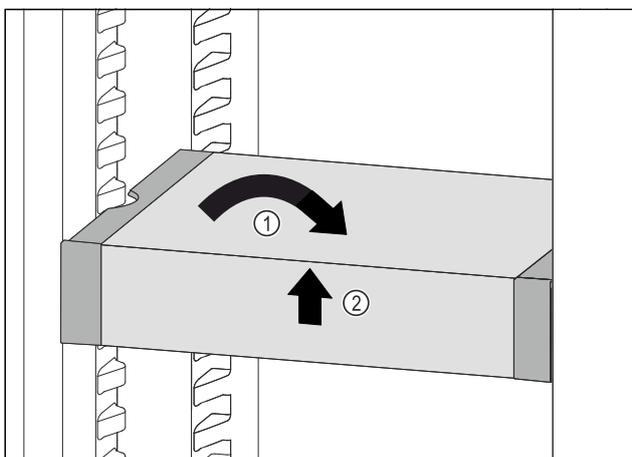

Fig. 105
- ▶ Collocare VarioSafe in maniera dritta. Fig. 105 (1)
- ▶ Sollevare VarioSafe dal lato anteriore. Fig. 105 (2)